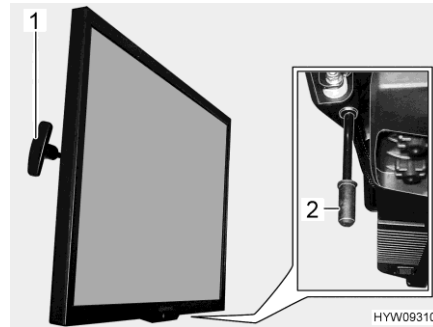

Fig. 87 Pantalla plana
- Tirar y detener el tirador (Fig. 87,1). La pantalla plana está desbloqueada.
- Tirar el tirador (Fig. 87,2) hacia abajo y mantenerlo ahí. La pantalla plana está desbloqueada.